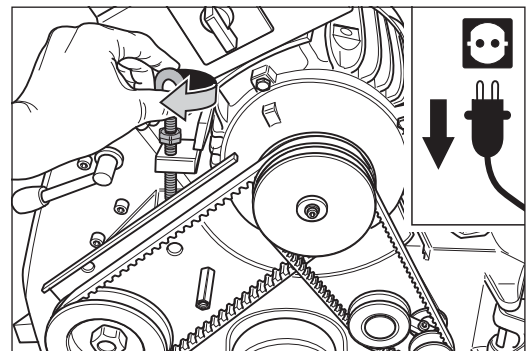

Abb. 34 Auflegen der beiden Keilriemen und spannen mit der Spannschraube am Motor.
- 2 Legen Sie die Keilriemen auf und spannen Sie diese mit der Spannschraube am Motor (Abb. 34).